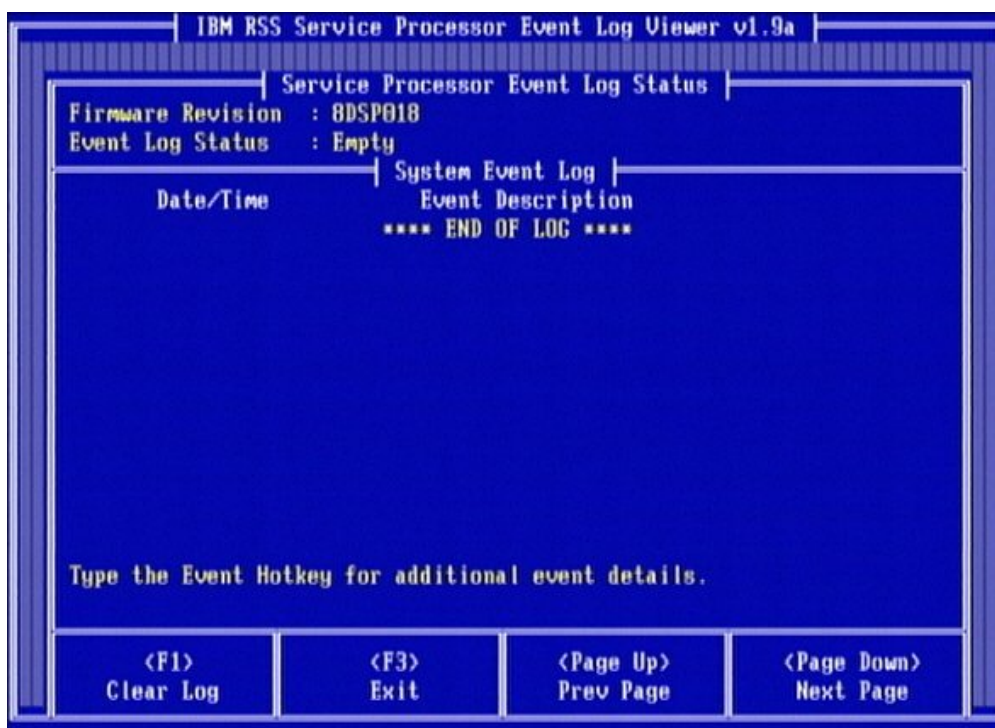

图 38. 已保存的事件屏幕的示例
2. 按 Ctrl+D 以打开系统事件日志查看器。此时将出现类似图 38 的屏幕。